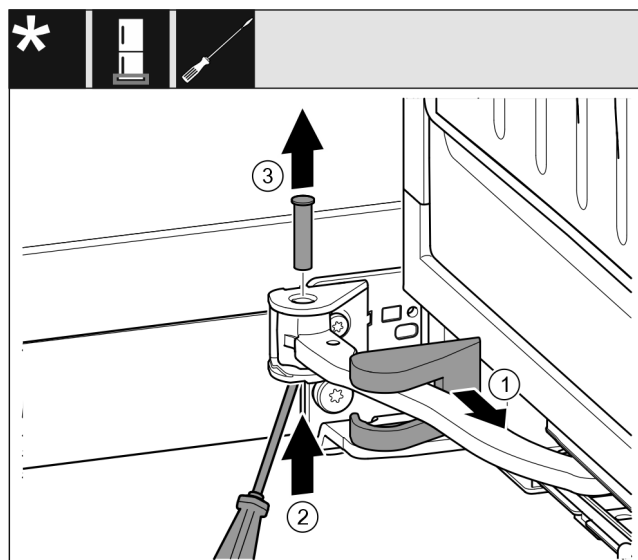

Fig. 17
- ▶ 卸下托架盖 Fig. 17 (1)并沿着铰链移动。
- ▶ 将螺栓 Fig. 17 (2)用螺丝刀从下方提起。
- ▶ 从上方拉出螺栓 Fig. 17 (3)。